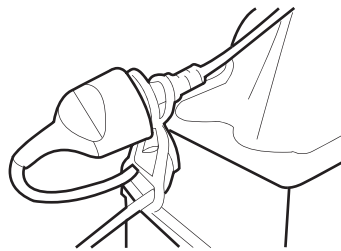

Fig. 7
2. Branchez le câble [24] sur la prise femelle de la rallonge (fig. 7)